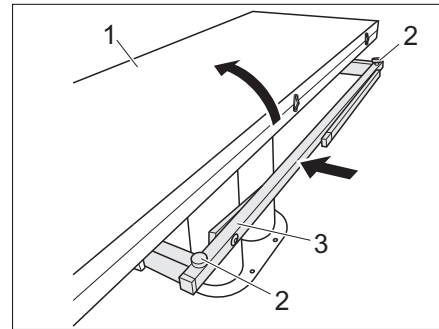

Fig. 107 Raccourcir la table
- Replier la moitié de table (Fig. 107,1).
- Visser les deux vis de réglage (Fig. 107,2).
- Insérer l'infrastructure de la table (Fig. 107,3).